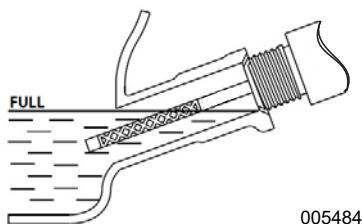

Figura 2-8. Rango de funcionamiento seguro
5. Para comprobar el nivel de aceite, saque el embudo e inserte la varilla en la boca de llenado de aceite. Consulte la Figura 2-8.